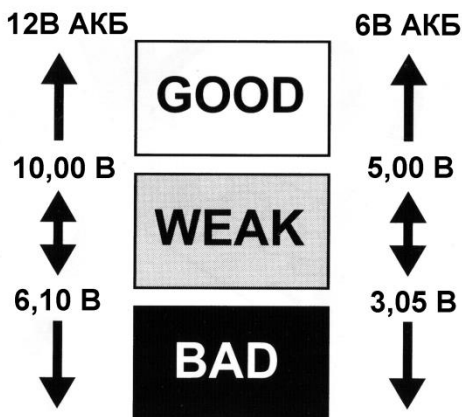

Рис. 5. Результаты диагностики АКБ с 500 ССА при 22°С.
6. На рис. 5 показан диапазон измерений при диагностике АКБ с номинальным значением тока холодного запуска 500 ССА при 22°С. Для батарей с ССА ниже 500 вычитайте из значений на рис.5 по 0,1В на каждые 100 ССА. А для батарей с ССА выше 500 добавляйте по 0,1В на каждые 100 ССА. Если напряжение попадает в диапазон, обозначенный **WEAK** (слабый заряд), то АКБ, вероятно, разряжена и требует подзарядки перед проведением диагностики.